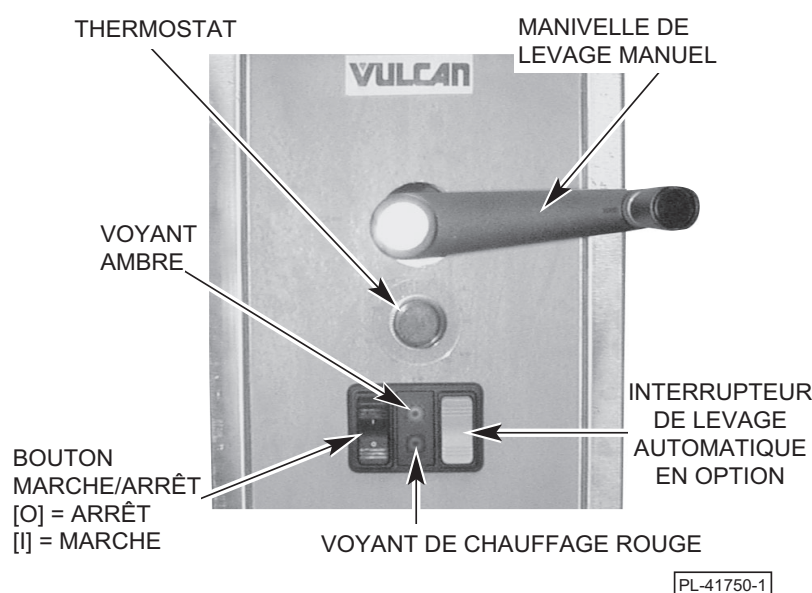

Fig. 3
### Commandes (fig. 3)
### Commandes (voir fig. 3)
2. Le levage de la braisière est contrôlé par l'interrupteur à bascule gris situé sur le panneau de commande (voir fig. 3).